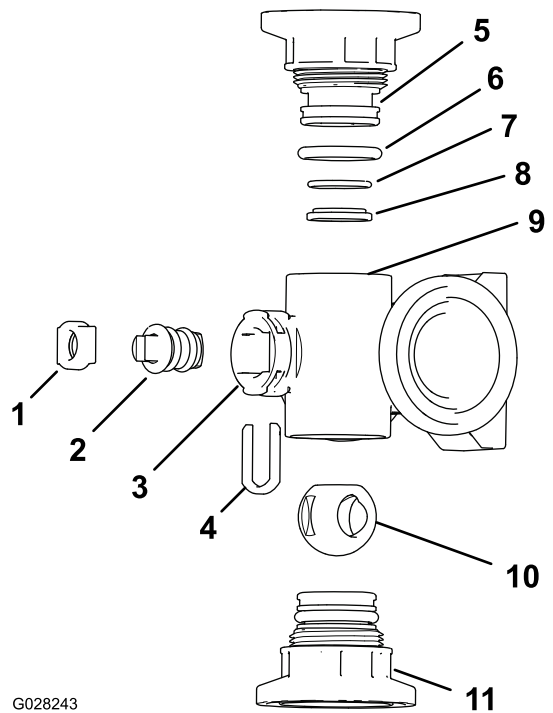

Bild 77
2. Nehmen Sie die zwei Endkappen-Anschlussstücke von jedem Ende des Verteilergehäuses ab (**Bild 77** und **Bild 78**).
- Nehmen Sie den Schafthalter aus den Schlitzen im Schaftanschluss im Verteiler heraus (Bild 77 und Bild 78).
- Nehmen Sie den Schafthalter und den Ventilschaftsockel aus dem Verteiler heraus (Bild 77 und Bild 78).
- Fassen Sie in das Verteilergehäuse und nehmen Sie den Ventilschaft heraus (Bild 77 und Bild 78).
- Überprüfen Sie den Zustand der O-Ringe des Auslaufanschlusstücks (nur Abschnittventilverteiler), der Endkappen-O-Ringe, der hinteren O-Ringe und den Kugelsockel auf Beschädigungen oder Abnutzung (Bild 77 und Bild 78).
- Tragen Sie Silikonfett auf den Ventilschaft auf und setzen ihn in den Ventilschaftsockel (Bild 77 und Bild 78) ein.
- Setzen Sie den Ventilschaft und den Sockel in den Verteiler und befestigen Sie den Schaft und den Sockel mit dem Schafthalter (Bild 77 und Bild 78).
- Stellen Sie sicher, dass die hinteren O-Ringe und der Kugelsockel ausgefluchtet sind und im Endkappen-Anschlusstück sitzen (Bild 77 und Bild 78)
- Bringen Sie das Endkappen-Anschlusstück am Verteilergehäuse an, bis der Flansch des Endkappen-Anschlusstücks das Verteilergehäuse berührt, drehen Sie dann das Endkappen-Anschlusstück um eine weitere Achtel- bis Viertelumdrehung (Bild 77 und Bild 78).